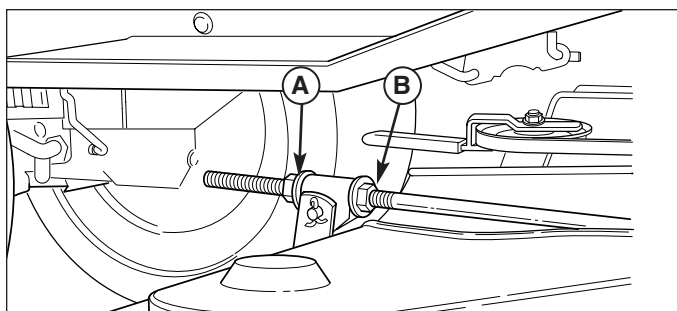

Figura 43. Livellamento avanti-indietro (piastra di sollevamento e bulloneria rimossi per maggiore chiarezza)
8. Per sollevare la parte anteriore della base del tagliaerba, allentare il dado anteriore (B) e ruotare il dado posteriore (A, Figura 43) contro la piastra. Per abbassare la parte anteriore della base del tagliaerba, allentare il dado posteriore (A) e la piastra si sposta indietro per allungare l'asta.
9. Ricontrollare la misura della lama e quindi serrare il dado anteriore (B) contro la piastra per fissarlo.